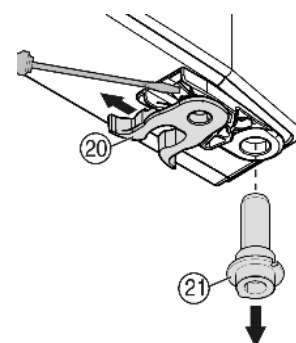

Fig. 9
- Federklemme Fig. 9 (20) umsetzen: Rastnase runterdrücken, Federklemme darüber hinweg abziehen.
- Lagerbolzen *Fig. 9 (21)* aus der Türbuchse herausziehen und zusammen mit der Scheibe auf der Gegenseite einsetzen. Die Rastnase muss zur Innenseite der Tür zeigen, die Kerbe zur Außenseite.
- Tür unten einschwenken und den Lagerbolzen *Fig. 9 (21)* in den Lagerbock einsetzen. Ggf. den Lagerbolzen drehen, so dass er einrasten kann.